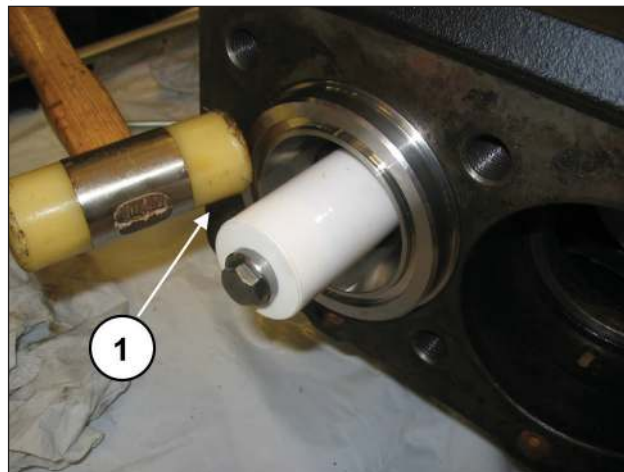
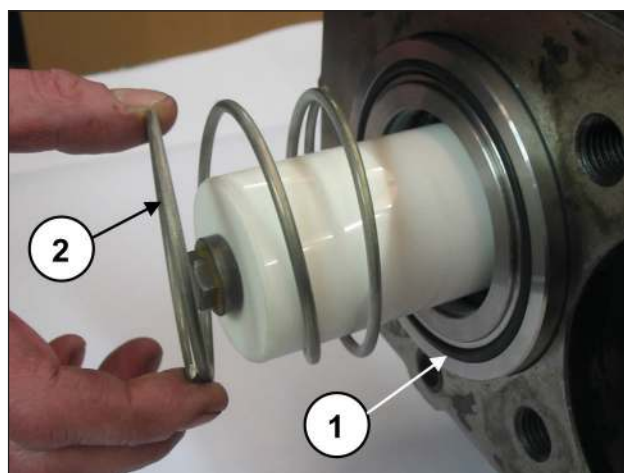

图186
图187
确保缸套/支撑单元正确定位在底座底部（部件号①, 图186）；现在安装缸套正面的O形圈和弹簧（部件号②, 图187）。